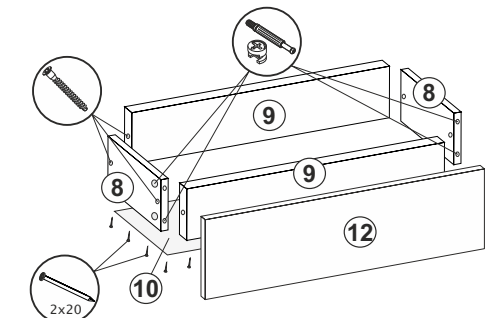

Рис.2
5. Соединить детали ящика (8,9) еврошурупами. Замерить диагонали получившегося ящика и прибить ХДФ (10) гвоздями 2x20 (рис.2).
6. Прикрутить ответные части направляющих по центру деталей ящика (8) шурупами 4x16.
7. Установить створку (12) на собранный ящик с помощью эксцентриков (рис.2).